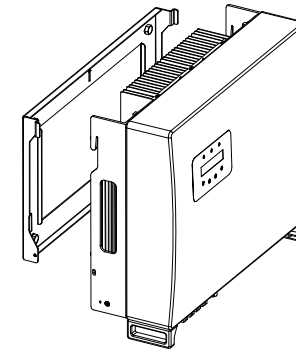

Figura 4.5 Soporte de montaje en pared
2. Levante el inversor (tenga cuidado de evitar tensiones corporales) y alinee el soporte trasero del inversor con la sección convexa del soporte de montaje. Coloque el inversor en el soporte de montaje y asegúrese de que esté bien puesto (consulte la figura 4.5).